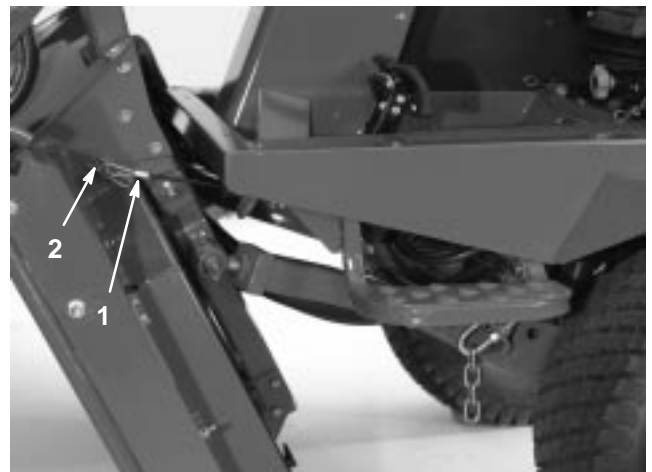

Figure 78
5. Tout en maintenant le plateau à la verticale, placez l'extrémité du câble sur l'axe du bras de relevage et fixez-le en position à l'aide de la goupille fendue (Fig. 78).